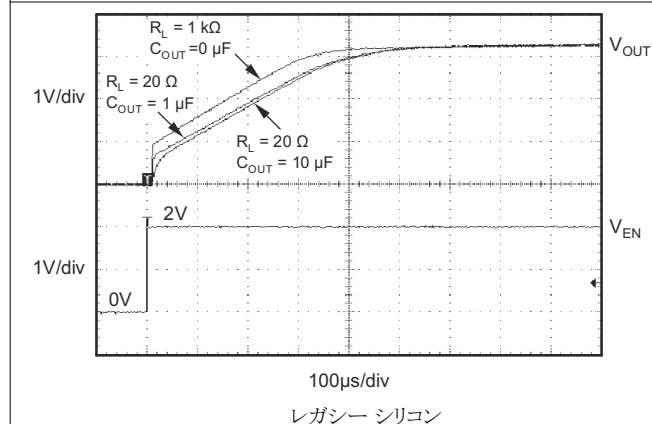

図 5-39. TPS73633 のターンオン応答
イネーブルピン (EN) はアクティブ High であり、標準の TTL-CMOS レベルと互換です。イネーブルピン (EN) はアクティブ High であ標準的な TTL-CMOS レベルと互換性があります。 V_{EN} が 0.5V (最大値) 未満になると、レギュレータはオフになり、GND ピンの電流は約 10nA にまで低下します。EN ピンを使用してレギュレータをシャットダウンすると、すべての電荷がパストランジスタのゲートから除去されます。 V_{EN} が 1.7V (最小値) を超えるとレギュレータはオンになり、出力は制御された V_{OUT} に戻ります (詳細は 図 5-39 を参照)。